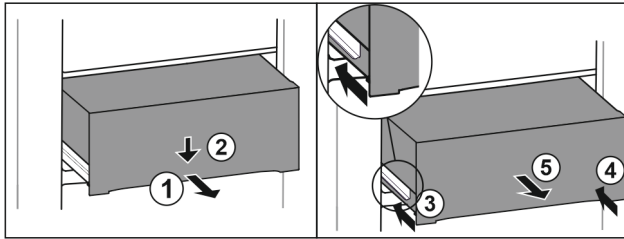

Fig. 94
- ▶ Vedä laatikko puoliväliin ulos. Fig. 94 (1)
- ▶ Paina vetolaatikkoa etupuolelta alaspäin. Fig. 94 (2)
- ▶ Työnnä vasenta kiskoa noin 2 cm sisään. Fig. 94 (3)
- ▶ Työnnä oikeaa kiskoa noin 2 cm sisään. Fig. 94 (4)
- ▶ Poista vetolaatikko vetämällä sitä eteenpäin. Fig. 94 (5)